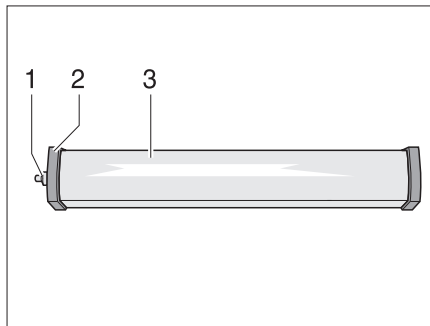

Fig. 253 Luz del habitáculo
- Desatornillar la caperuza (Fig. 253,1).
- Retirar la tapa (Fig. 253,2).
- Comprimir ligeramente la cubierta de la luz (Fig. 253,3) y retirarla.